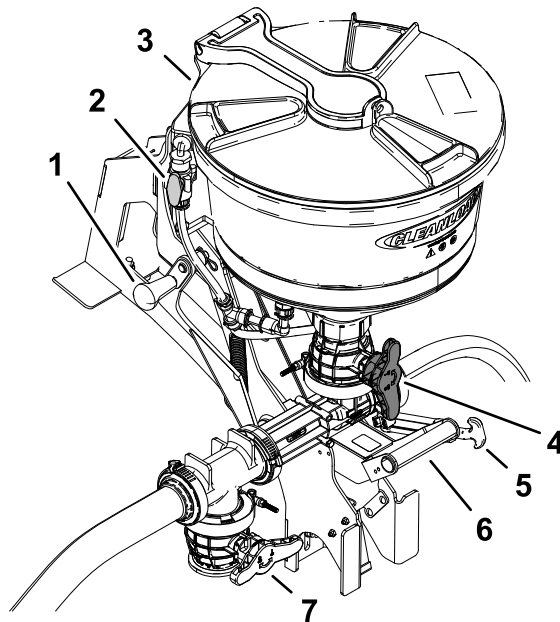

図 41
1. 昇降ハンドルを使ってエダクタを下げる 図 41。
2. ふたを開けて、内部に異物流れを妨げる可能性のあるものや薬剤を汚染する可能性のあるものがないか調べる 図 41。
5. ホッパー下部についているホッパーバルブ赤いノブを開く図 41。
2. ホッパーバルブを開く図 41。
- B. フラッシュバルブを開いてエダクタ内部を20秒間すすぎ洗いする図 41。
- C. フラッシュバルブを閉じる 図 41。
6. エダクタを上げ、移動走行用ストラップで支える図 41。
7. エダクタ停止バルブとホッパーバルブを閉じる図 41。
3. ホッパーのふたを閉じ、カバーを右に回してふたをロックする図 41。